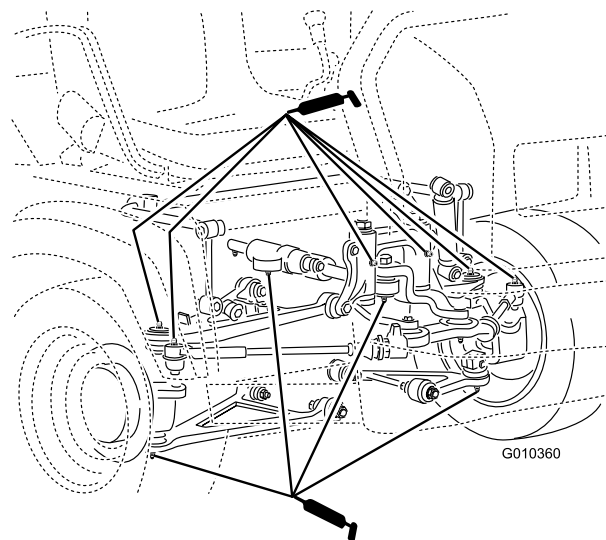

図 36
- ボールジョイント (4ヶ所); 図 36を参照
- ピボットマウント (2ヶ所); 図 36を参照
- ステアリングシリンダ (2ヶ所); 図 36を参照
- タイロッド (2ヶ所); 図 36を参照